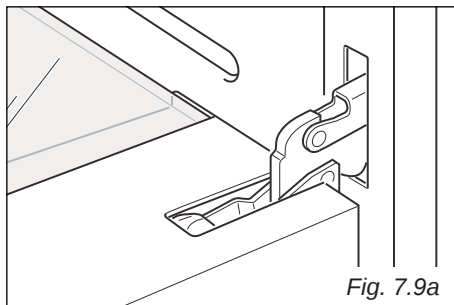

Fig. 7.9a
- Ouvrir complètement la porte du four (fig. 7.9a).